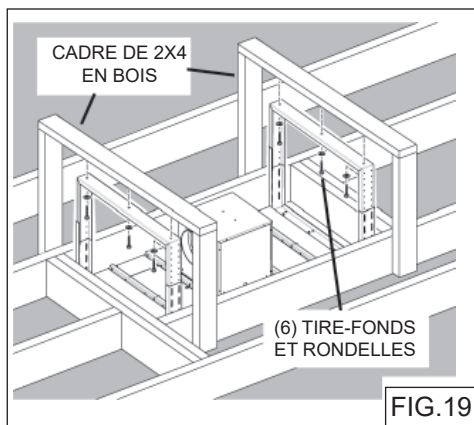

FIG.19
4. Fixez chaque cadre de soutien de la hotte à la charpente de bois à l'aide des (6) tire-fonds de 6 x 60 mm et rondelles fournis. Fig. 19.